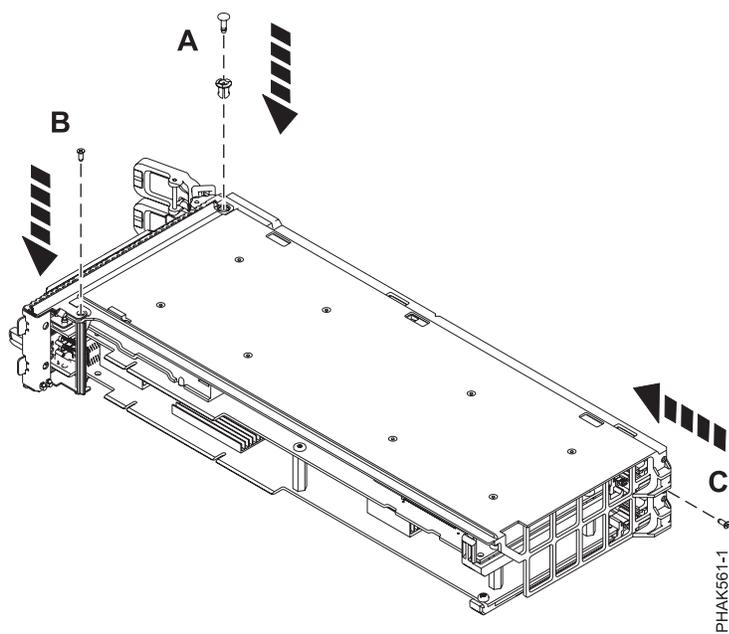

Figure 59. Fixation de la goupille poussoir et des vis
9. Fixez la goupille poussoir (A) à la partie supérieure du bloc-cassette par la contre-poupée et enfoncez-la. Voir figure 59, à la page 73.
10. Fixez la petite vis Phillips (B) au bas de la contre-poupée. Voir figure 59, à la page 73.
11. Fixez la petite vis Phillips (C) à l'arrière du bloc-cassette. Voir figure 59.